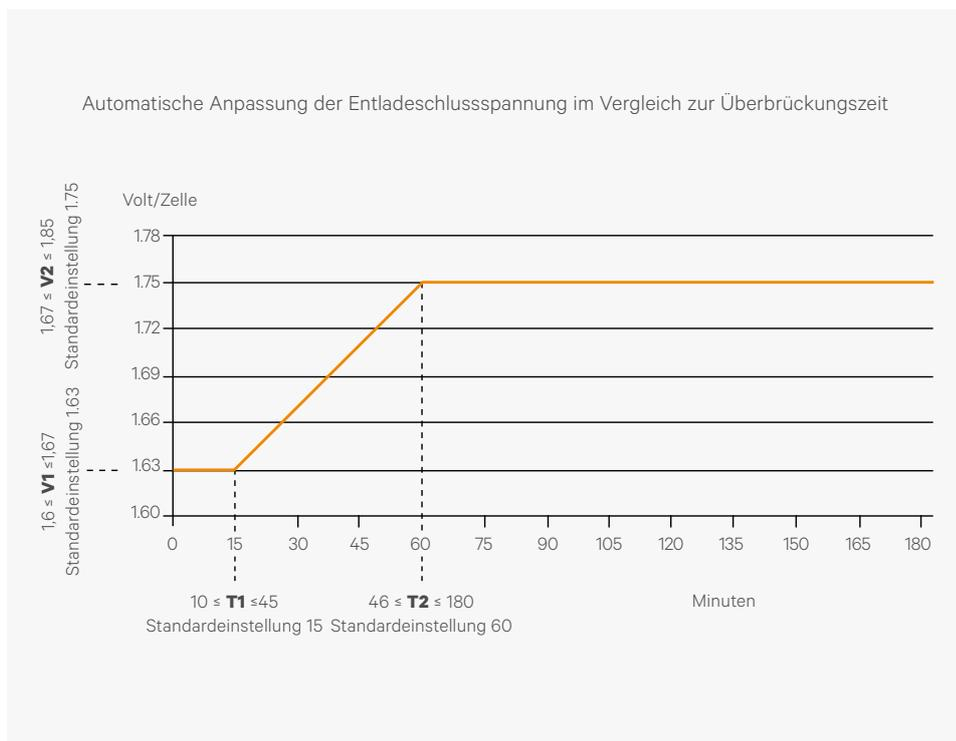

Abbildung 4. Entladeschlussspannung in Abhängigkeit von der Entladedauer
- Nennspannung (V) 2,0
- Automatische Regelung der Entladeschlussspannung in Abhängigkeit von Überbrückungszeit – siehe Abbildung 4